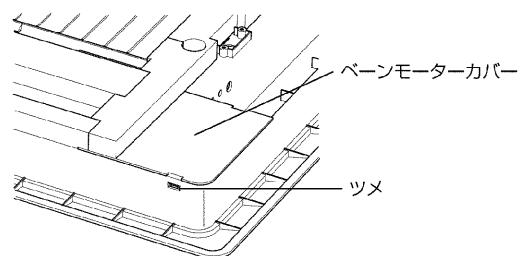

図31
- (1) 固定するベーンのベーンモーターカバーを外します。(図31、32)